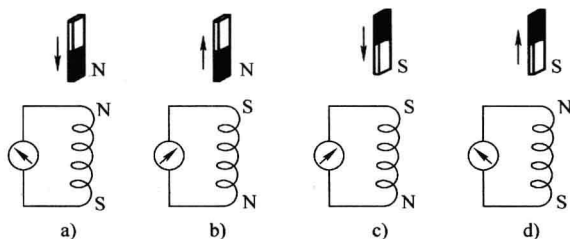

图 1-11 磁铁在线圈中运动，线圈中感应电流产生磁场的方向
1) 图 1-11 中磁体上、下运动时，线圈中的感应电流也会产生磁场。并且线圈中感应电流产生的磁场总是试图阻止原有磁通的变化，这样就可以知道感应磁场的方向。